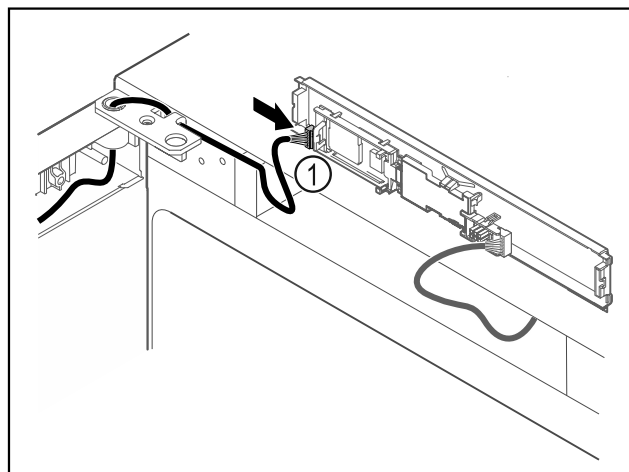

Fig. 59
- ▶ Introduceți fișa Fig. 59 (1) la placa electronică.